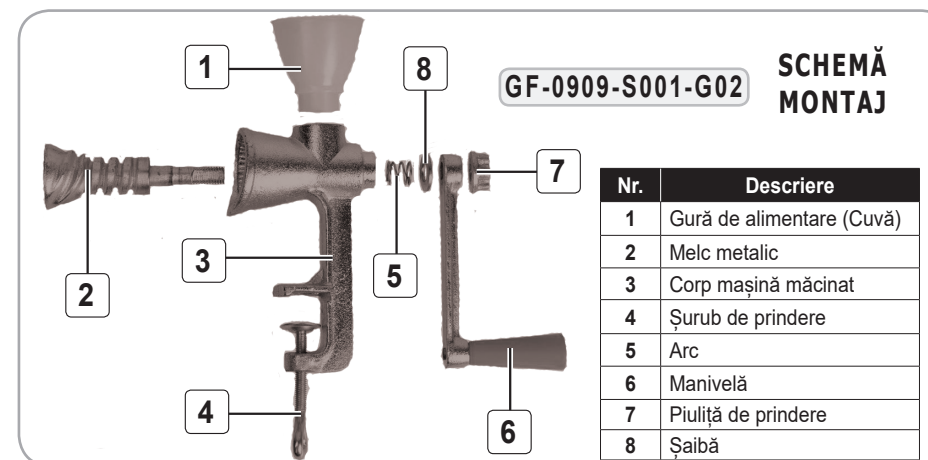

Fig.5
Asamblați mașina de măcinat zahăr și piper GF-0910-S001-G02 în conformitate cu schema de mai jos (fig.5). Introduceți Cuvă (1) în Corpul mașinii de tocat (3) împreună cu Melcul metalic (2)